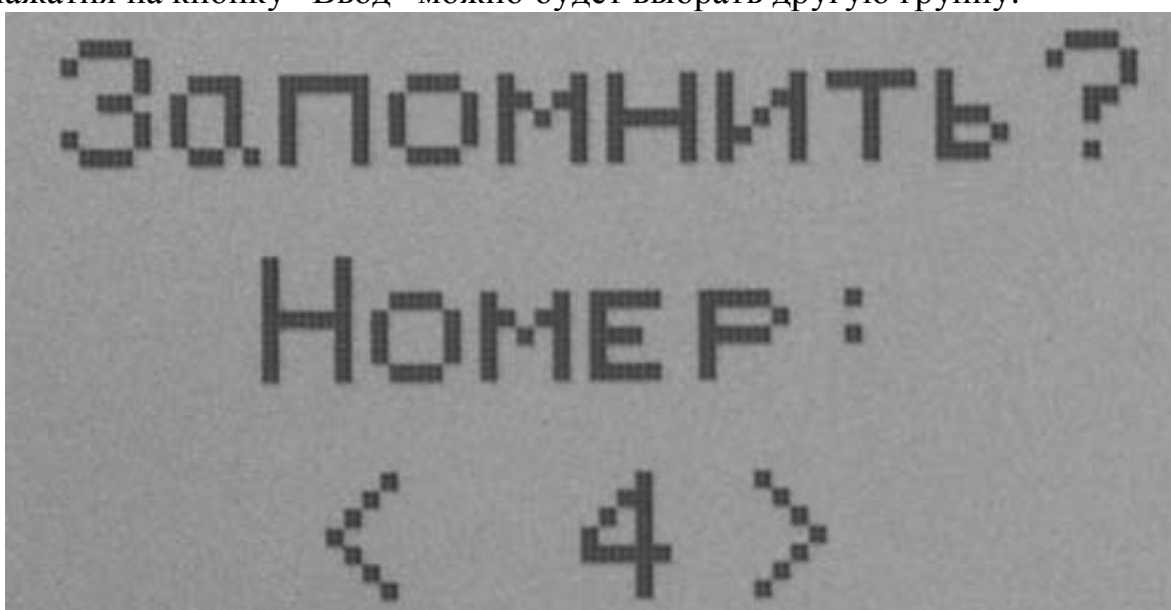

Рис. 6.6
6.2.8 ВНИМАНИЕ! Категорически запрещается во время измерения (при горящем светодиоде и видеограмме, рис. 6.6) отключать зажимы измерительного щупа от прибора или измеряемого сопротивления.
ВНИМАНИЕ! Запрещается во время измерения (при горящем светодиоде и видеограмме, рис. 6.6) отключать зажимы измерительного щупа от прибора или измеряемого сопротивления.
Теперь с помощью кнопок "Влево" и "Вправо" можно выбрать группу, в которой будут сохраняться данные. После выбора номера группы, необходимо нажать кнопку "Ввод". На экране появится окно выбора номера записи в группе (см. рис. 6.6.). Если выбранная группа уже заполнена, прибор сообщит об этом и после нажатия на кнопку "Ввод" можно будет выбрать другую группу.
ВНИМАНИЕ! Категорически запрещается во время измерения (при горящем светодиоде и видеограмме, рис. 6.6) отключать зажимы измерительного щупа от прибора или измеряемого сопротивления.